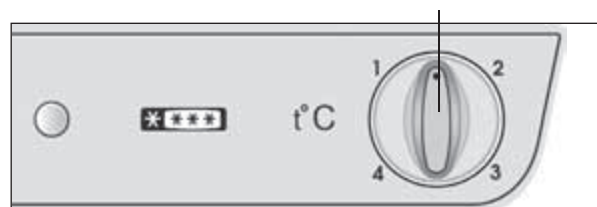

Figura 3 — Reglarea temperaturii
1.4 Elementul de reglare a temperaturii din frigider, în conformitate cu Figura 3 este butonul de reglare a temperaturii, care se află deasupra CF. Butonul se rotește în sensul acelor de ceasornic sau în sensul contrar al acestora și se fixează cu indicatorul la diviziunea dorită. Diviziunea "1" corespunde celei mai joase setări de temperatură (răcire minimă) în camera frigorifică, diviziunea "4" – celei mai înalte setări de temperatură (răcire maximă).
Deschideți ușa CF. La prima conectare este recomandat să fixați indicatorul butonului la diviziunea "2" sau "3" în conformitate cu Figura 3. Închideți ușa CF.